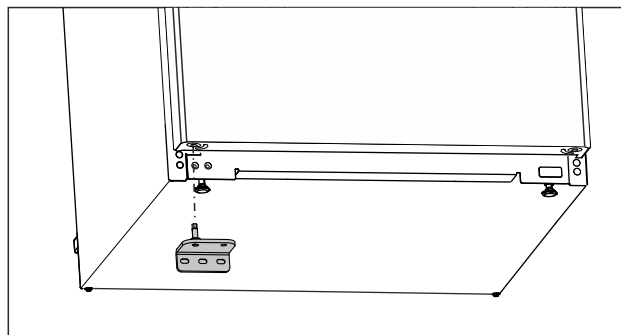

Fig. 24
- ▶ Montați suportul de lagăr inferior pe partea opusă. (vezi Fig. 24)